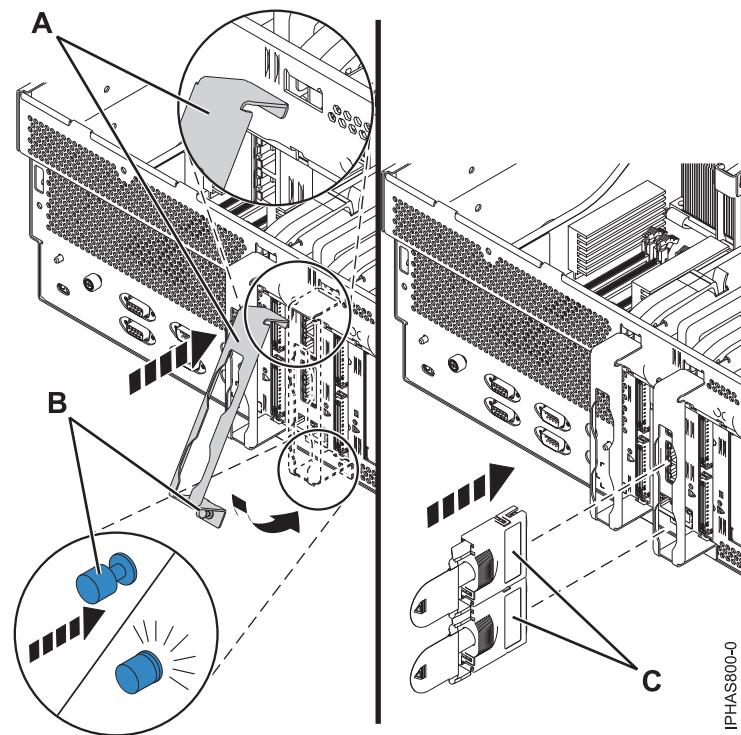

図4. ケーブル保持ブラケットの取り付け
15. ケーブル保持ブラケット (A) を 図4 に示されているように斜めにして、ブラケット上部にあるタブをアセンブリーのスロットにはめ込みます。
16. ケーブル保持ブラケットをシャーシ方向へ回して、ブラケット・ファスナー (B) をシャーシの開口部に押し入れてブラケットを固定します。
20. すべての電源ケーブルとシグナル・ケーブルをそれぞれのコネクターに再接続します。ケーブルの過度の動きを抑制するために、5 ページの図 4 に示されている GX アダプター・ケーブル (C) が該当のケーブル保持ブラケットを通して配線されていることを確認してください。